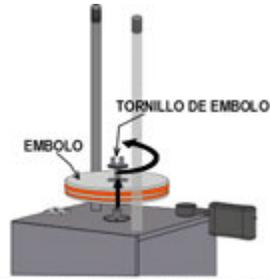

FIG 10. INSTALACIÓN DE EMBOLO
- h) Afloje y retire el tornillo del embolo (11) para liberar el embolo (13), levante para removerlo (Fig.10). Remueva los o-rings del embolo para limpiarlos